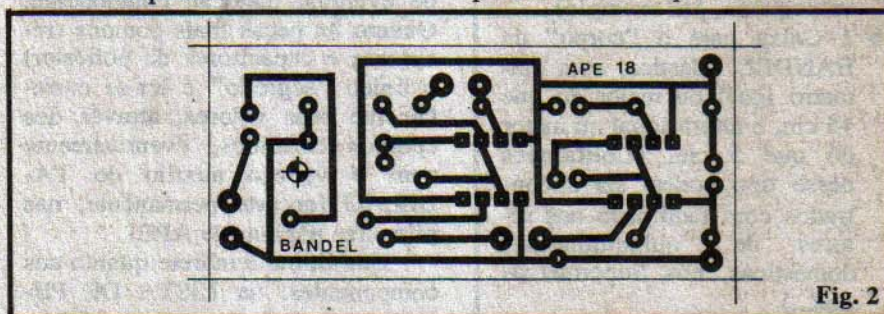

Fig. 2
A fig. 2 traz também importantes informações práticas: inicialmente quanto aos LEDs discretos, cuja conformação (no modelo "redondo") é vista em 2-A, símbolo esquemático em 2-B e "chapeado" adotado nas ilustrações do RANDI em 2-C. LEDs de outros formatos também poderão ter seus terminais facilmente identificados, levando-se em conta que o terminal de **catodo** (K) é sempre o **mais curto**. Em 2-D vemos uma pequena "truçagem" mecânica que deverá ser levada a efeito no soquete largo DIL de 24 pinos: os **dois pinos centrais** de cada um dos lados deverão ser "amputados" (eliminados com alicate de corte). A função desse soquete é acomodar os dois **displays** do RANDI, e de forma a "levantar" esses **displays** (em relação à superfície da placa de Circuito Impresso), o que facilitará a posterior acomodação do conjunto
pacitor eletrolítico). Os Integrados referenciados pela marquilha numa das extremidades, o **display** pelo ponto decimal (no canto inferior direito), os transistores pelo lado "chato", os LEDs de acordo com a fig. 2, os diodos pela faixa indicativa de **catodo** e o eletrolítico pela polaridade demarcada no próprio "corpo" do componente.
- Os **displays** e os Integrados não são soldados diretamente à placa, já que devem ser inseridos no circuito via soquetes (estes, sim, com seus terminais soldados à placa). O soquete grande (24 pinos, modificado conforme fig. 2) serve de "cama" para os **displays**. É fácil verificar a razão da "amputação" dos pinos centrais desse soquete, já que não há furos previstos na placa, para a recepção de tais pinos.
A plaquinha da BANDEL tem o seu lay out mostrado na fig. 2, em tamanho natural, para facilitar a cópia e confecção (para aqueles que possuem o material necessário: fenolite, decalques ou canetas com tinta ácido-resistente, percloro de ferro, fluídos para limpar, etc.). O Leitor que preferir adquirir a BANDEL (parte Eletrônica) em KIT, já receberá a plaquinha pronta. É bom lembrar que, seja a placa feita em casa, seja adquirida com o KIT, uma série de cuidados e verificações são necessários, e uma leitura às INSTRUÇÕES GERAIS PARA AS MONTAGENS (lá na "entrada" de cada APE...) pode ajudar **muito**, principalmente aos iniciantes...